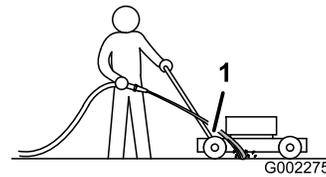

Figure 30
3. Tenez le tuyau d'arrosage à hauteur du guidon et dirigez le jet d'eau vers le sol, juste devant la roue arrière droite (Figure 30).